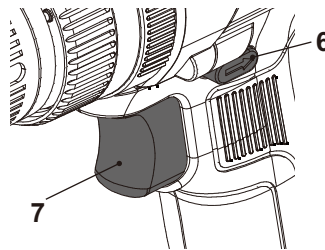

Fig. 17
- > Asegúrese de que el control de rotación hacia adelante / atrás (6) no está en la posición de bloqueo central.
- > Encender el producto pulsando el interruptor de encendido/apagado (7) (Fig. 17).
- > Desconectar el producto liberando el interruptor de encendido/apagado (7) (Fig. 17).